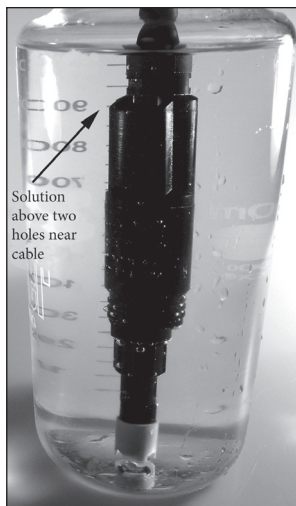

Figura 8, La solución cubre los dos orificios situados cerca del cable.
1. Coloque el sensor en la solución. La solución debe cubrir los orificios del sensor de conductividad que estén más cerca del cable (figura 8). Asegúrese de que el sensor de conductividad esté sumergido por completo en la solución o el instrumento leerá aproximadamente la mitad del valor esperado. Desplace suavemente la sonda hacia arriba y hacia abajo para quitar del sensor las burbujas de aire que puedan formarse.
El instrumento no calibra el sensor de conductividad; la pantalla indica "Calibration Over", "Calibration Under", o "Unstable Reading" durante la calibración.	<ol style="list-style-type: none"> 1. Asegúrese de que el sensor de conductividad esté limpio. Siga los procedimientos de limpieza de la sección Cuidado, mantenimiento y almacenamiento de este manual. 2. Compruebe que la solución de calibración esté por encima de los dos orificios cercanos al cable. Consulte la figura 8. 3. Compruebe que la solución de calibración no esté caducada ni contaminada. Pruebe un nuevo frasco de solución. 4. Asegúrese de introducir el valor correcto para la solución de acuerdo con las unidades de medida. 1 mS = 1000 uS. 5. Deje transcurrir un tiempo de estabilización suficiente para la conductividad y temperatura Y espere por lo menos 3 segundos antes de confirmar una calibración. 6. Póngase en contacto con el servicio técnico de YSI.
Las lecturas de conductividad no son exactas.	<ol style="list-style-type: none"> 1. Asegúrese de que el sensor de conductividad esté limpio. Siga los procedimientos de limpieza de la sección Cuidado, mantenimiento y almacenamiento de este manual. 2. Compruebe que la muestra esté por encima de los dos orificios cercanos al cable. Consulte la figura 8. 3. Compruebe la calibración. 4. Compruebe la exactitud de las lecturas de temperatura. 5. Compruebe que las unidades se hayan configurado correctamente en el menú de Configuración del sistema, es decir uS en vez de mS y Conductividad en vez de Conductancia específica. 6. Póngase en contacto con el servicio técnico de YSI.
Los valores de conductividad presentan lecturas "Over" (por encima) o "Undr" (por debajo) en la Pantalla de funcionamiento.	<ol style="list-style-type: none"> 1. Asegúrese de que el sensor de conductividad esté limpio. Siga los procedimientos de limpieza de la sección Cuidado, mantenimiento y almacenamiento de este manual. 2. Verifique que la muestra esté por encima de los dos orificios cercanos al cable, vea la figura 8. 3. Compruebe la calibración. 4. Compruebe la exactitud de las lecturas de temperatura. 5. La conductividad de la muestra está por fuera de la escala de medición del instrumento, es decir, 0 - 200 mS. 6. Póngase en contacto con el servicio técnico de YSI.